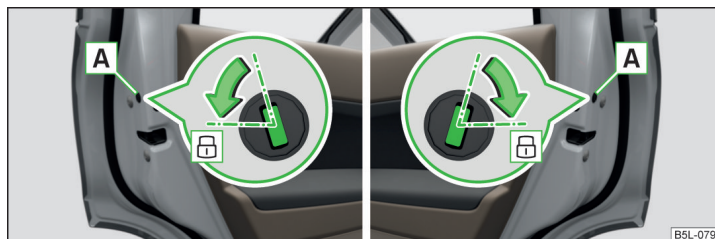

Fig. 186 Bloqueo de emergencia: Puerta atrás a la izquierda/derecha
- › Abrir la puerta trasera correspondiente y eliminar el tapacubos **A** » fig. 186.